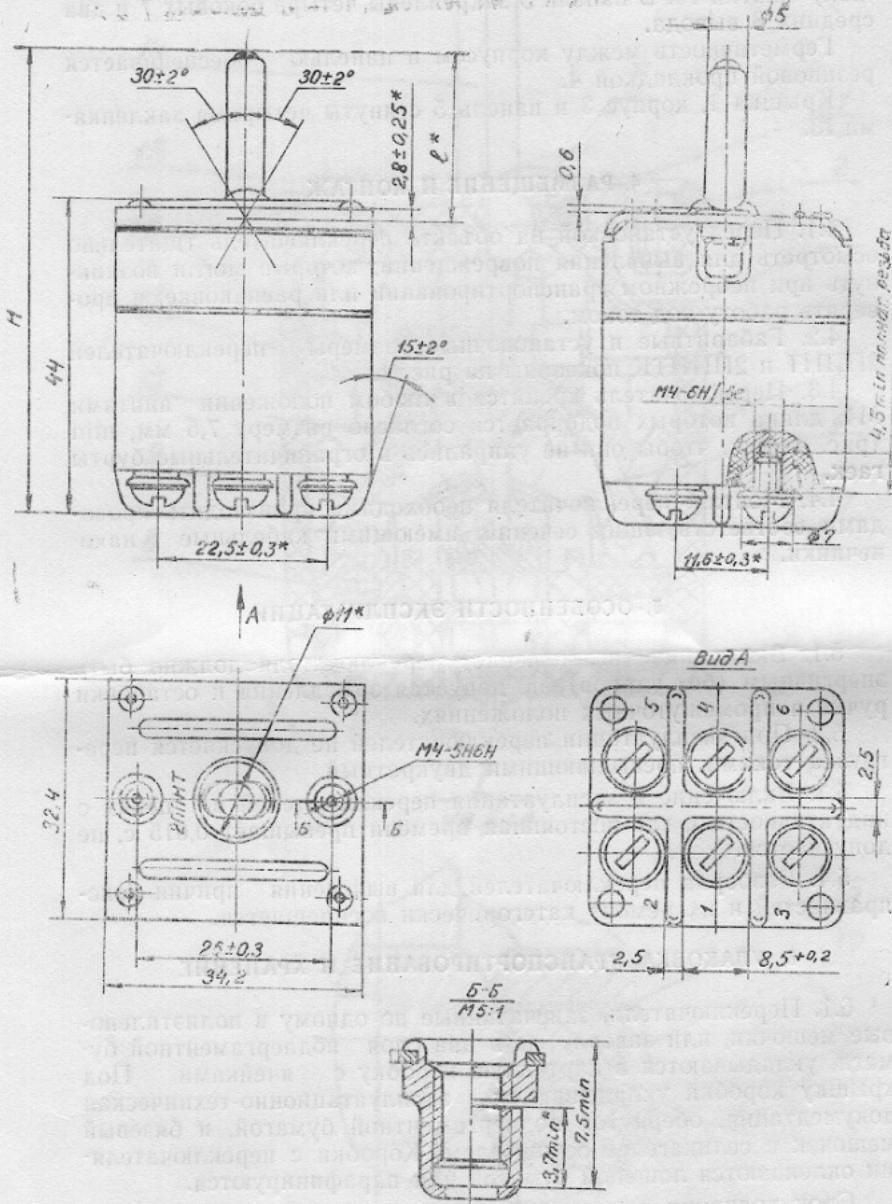

Рис. 4. Габаритные и установочные размеры переключателей
4.2. Габаритные и установочные размеры переключателей 2ПННТ и 2ПННТК показаны на рис. 4.
4.3. Переключатель крепится в любом положении винтами M4, длина которых подбирается согласно размеру 7,5 мм, *min* (рис. 4) так, чтобы они не упирались в ограничительные бурты гаек.